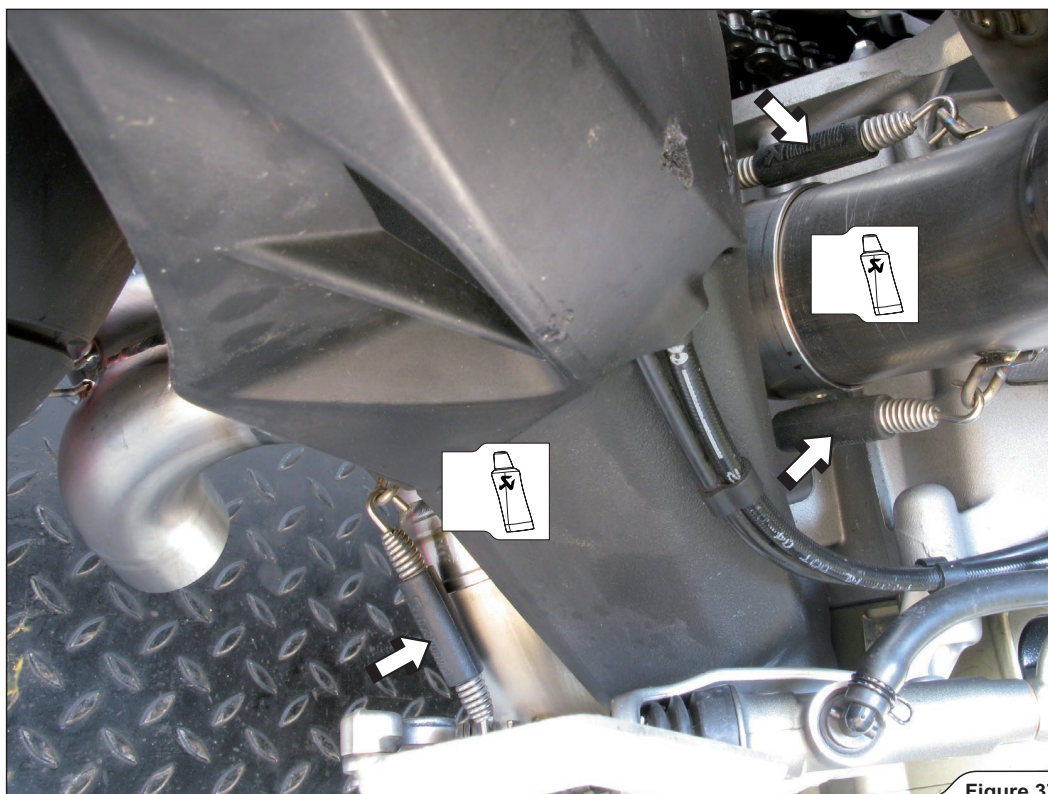

Figure 37
9. マニホールドを両方の連結ホース上でスライドさせ、スプリングを取り付けます (図 37)。